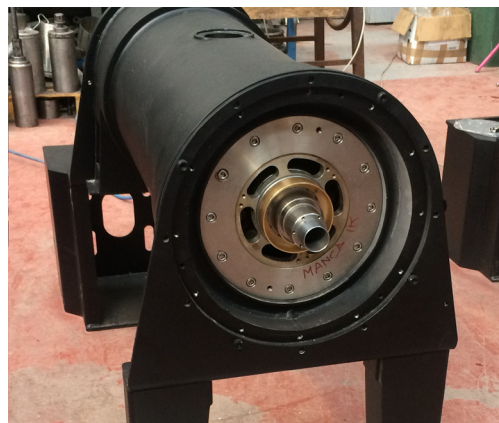

Рисунок 5
- Основной особенностью наших центрифуг (рис. 5) является конструкция цилиндрического корпуса. Корпус устроен с возможностью извлечения шнека без демонтажа барабана слесарем второго разряда. Это значительно облегчает ремонт и обслуживание оборудования.